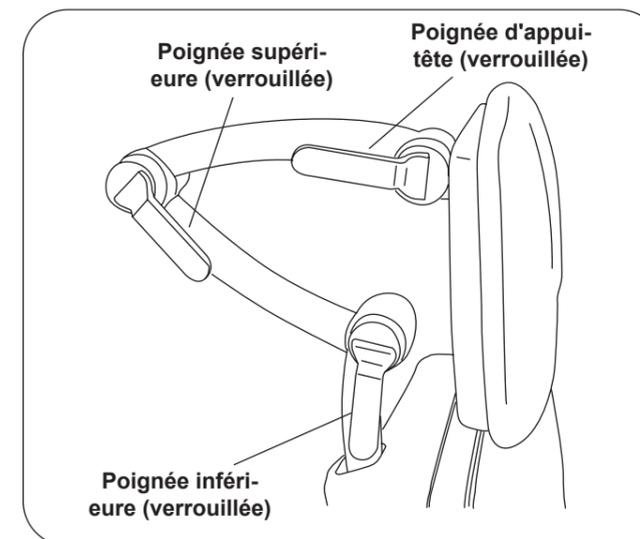

Figure 10. Poignées d'appui-tête
1. Pour déplacer l'appui-tête, tournez les trois poignées en position ouverte. Déplacez l'appui-tête à l'emplacement souhaité. Tournez les trois poignées en position verrouillée, comme illustré à la Figure 10.